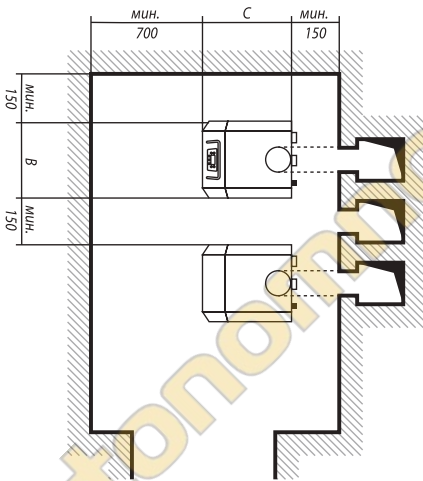

Рис. 4. Схема размещения котла в помещении
- 4.4. Необходимо оставлять свободное пространство вокруг котла для безопасного проведения сервисного обслуживания и ремонтных работ. Рекомендованные минимальные расстояния указаны на схеме (рис.4).